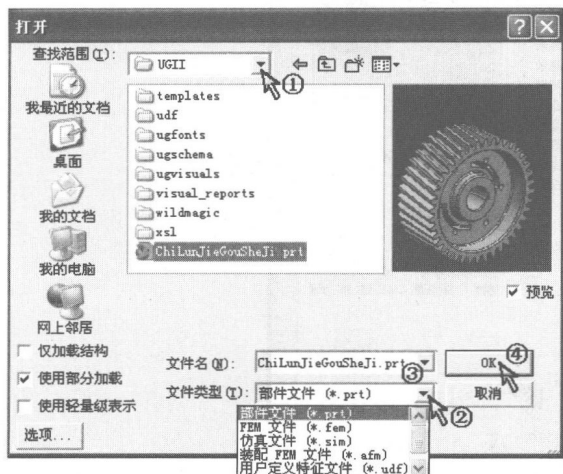

图 1-15 打开对话框
(1) 选择菜单【文件】|【打开】，系统弹出“打开”对话框，如图 1-15 所示。
(2) 单击标准工具条上“打开”按钮，系统弹出“打开”对话框。
(1) 在“查找范围”下拉列表框中选择要打开的部件文件存放的目录，如图 1-15①所示。
(2) 在“文件类型”下拉列表框中选择要打开的部件文件的类型，如图 1-15②所示。
(3) 在文件列表框中选择要打开的部件文件，则该文件名自动输入“文件名”下拉列表框中，如图 1-15③所示，其他选项按默认设置。
(4) 单击“OK”按钮，如图 1-15④所示，打开部件文件。